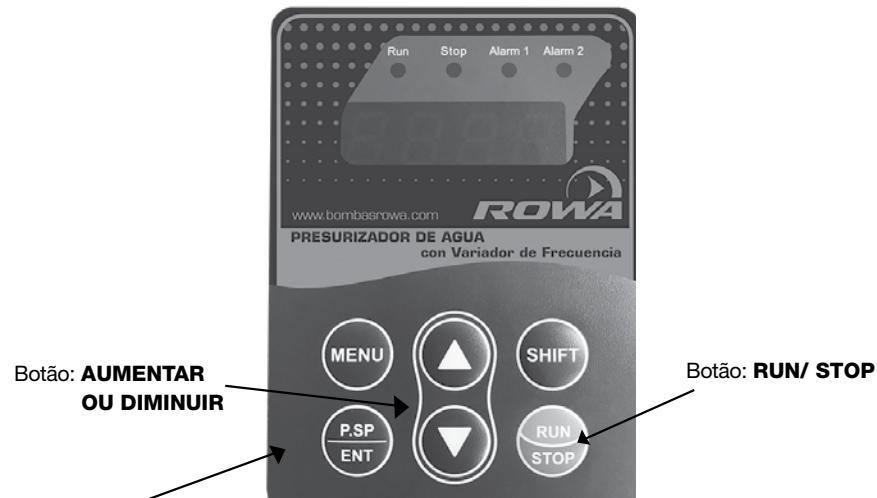

Figura 2
1. Pressione o botão RUN / STOP para que o equipamento interrompa seu funcionamento como mostra na Figura 2.
2. Pressione o botão P.S.P / ENT por 2 segundos para modificar o valor da pressão máxima, veja a Figura 2